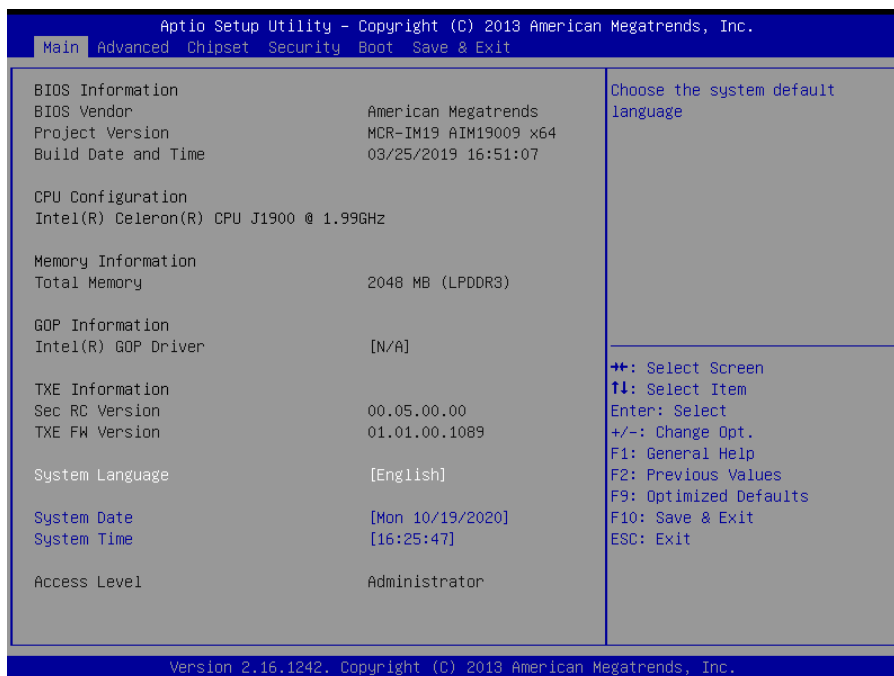

图 4-3 BIOS 设置界面
- (1) 给控制器接上键盘和 DP 显示器, 然后再打开控制器的电源, 上电后不断的按键盘上的“Del”键(注意不是按住不放, 而是重复按下-松开-按下-松开)。
- (2) 进到 BIOS 的界面如下图 4-3 所示: